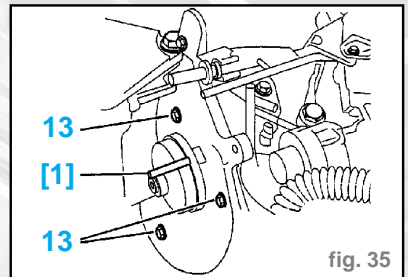

fig. 35
- le pignon de pompe d'injection (à l'aide de l'outil [1] (-.0188-H (fig. 35).